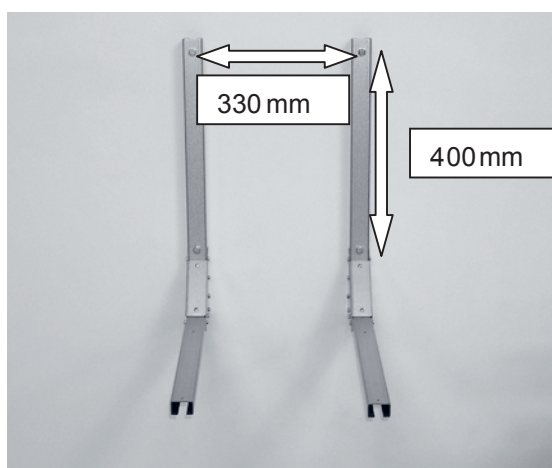

Bild 1
1. Skruva fast konsolerna på väggen med 4st 8mm skruv och 330 mm centrumavstånd (se bild 1). Se till att de horisontala benen ligger vågrätt.